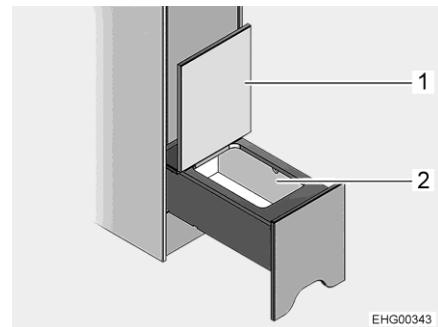

Bild 80 Förvaringsfack
- Fäll upp luckan (Bild 80,1). Förvaringsfacket (Bild 80,2) är tillgängligt.